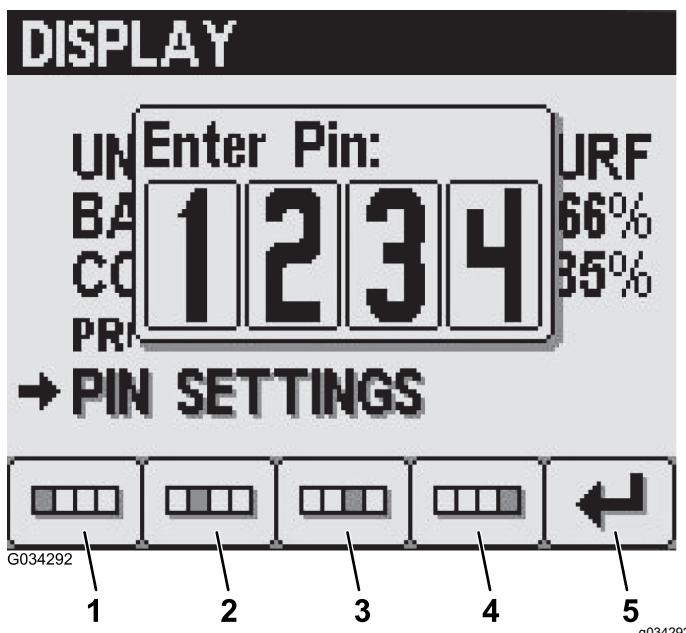

Figura 25
- Inserite il vostro PIN utilizzando i pulsanti da 1 a 4 e premete il pulsante 5 quando completerete il PIN (Figura 25).
2. Inserite il vostro PIN utilizzando i pulsanti da 1 a 4 e premete il pulsante 5 quando completate il PIN (Figura 25).
4. Inserite il vostro vecchio PIN utilizzando i pulsanti da 1 a 4 e premete il pulsante 5 quando completate il PIN (Figura 25).